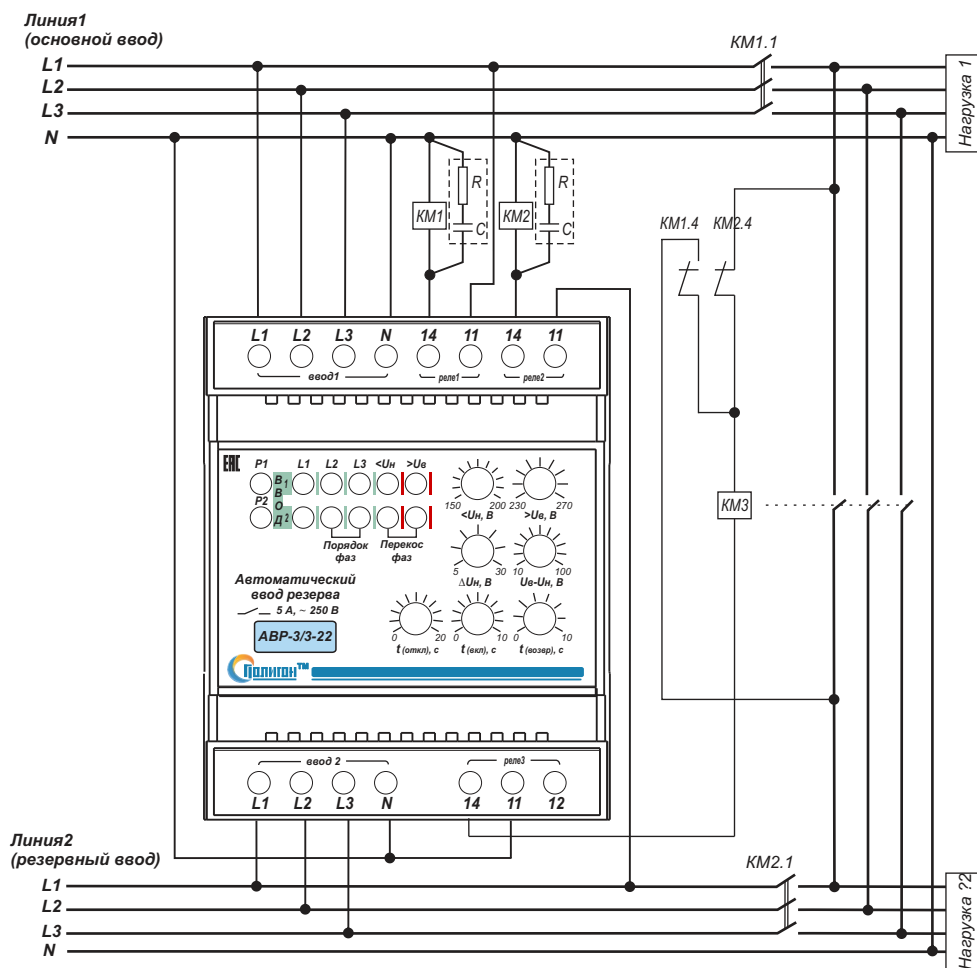

Рис.1. Типовая схема подключения АВР-3/3-22. Рекомендуется включать параллельно катушке пускателя искрогасящую цепочку R – 51 Ом 1Вт, C – 0,1 мкФ 630 В.
4.2. Установить блок в электрощите и произвести подключение контролируемой сети 1-го и 2-го ввода, цепей управления и сигнализации согласно маркировке (Рис.1.): L1, L2, L3 (ВВОД 1) – фазы 1-го силового ввода; L1, L2, L3 (ВВОД 2) – фазы 2-го силового ввода; N – нейтраль (общая для основного и резервного вводов); 11 – переключающий контакт; 14 – нормально разомкнутый контакт (для внутренних реле Р1, Р2 и Р3); 12 – нормально замкнутый контакт (для внутреннего реле Р3). Сечение подключаемых проводов должно быть